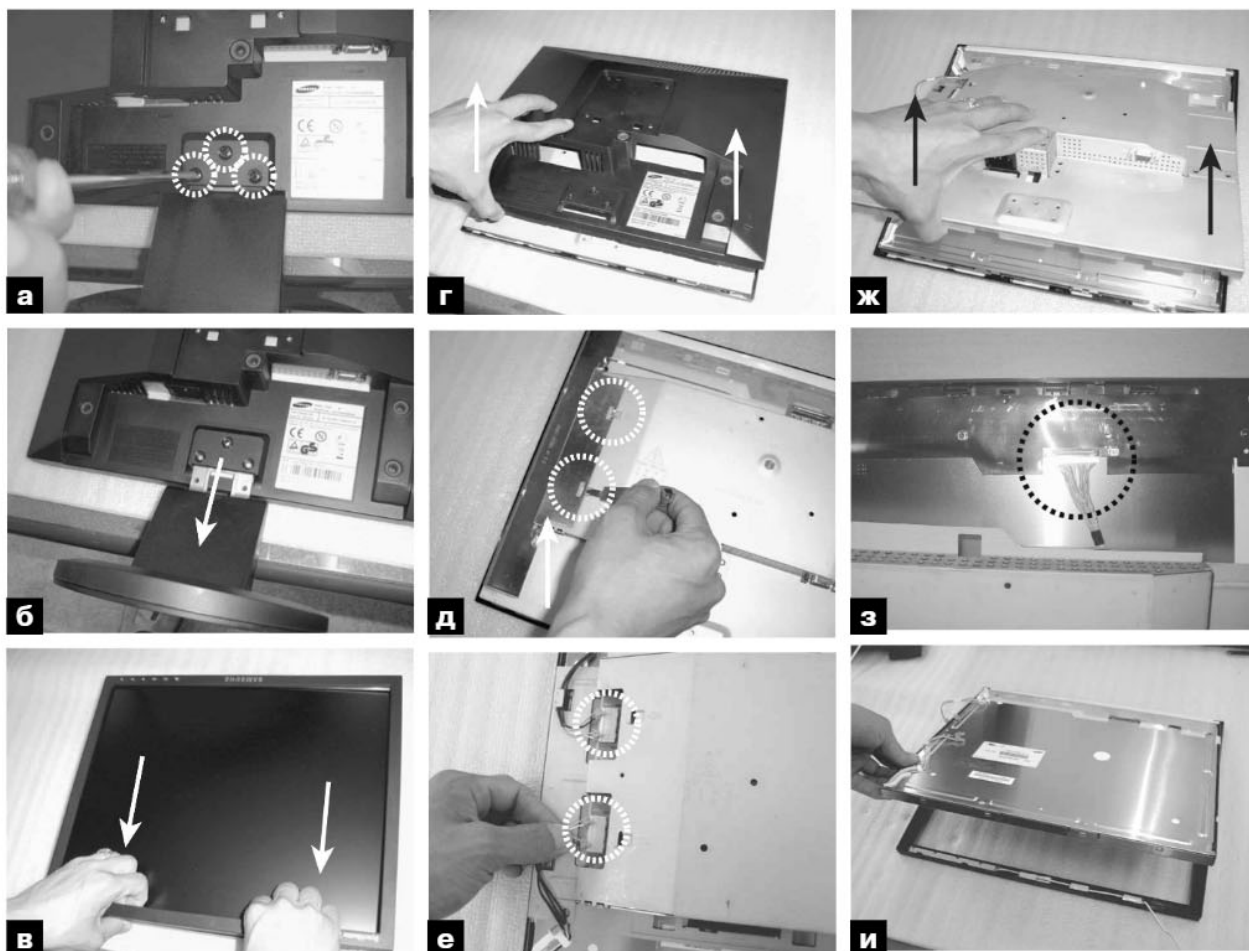
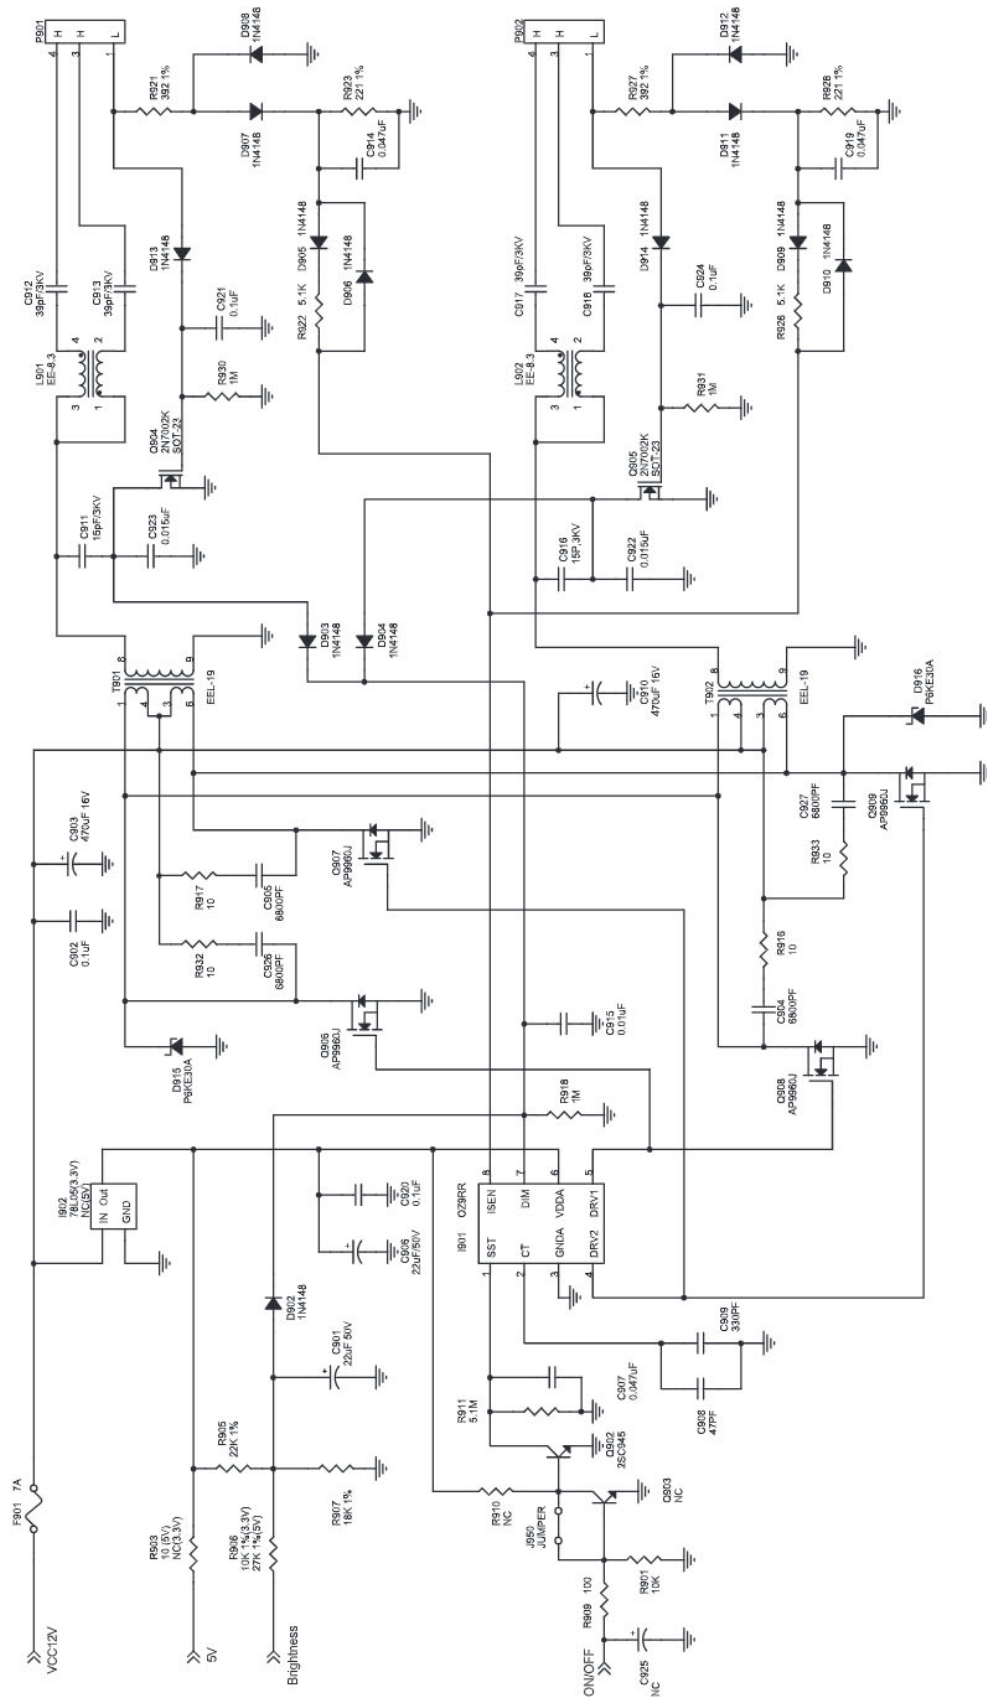
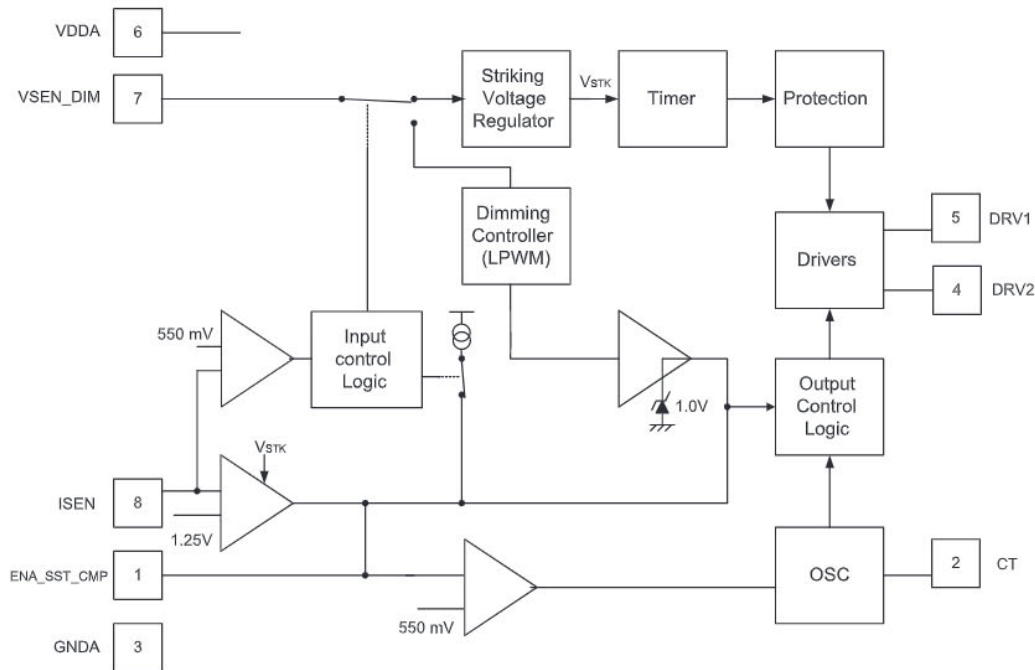

Рис. 3.2.2. Порядок разборки монитора
Рис. 3.3.2. Принципиальная электрическая схема инвертора
Рис. 3.3.3. Архитектура микросхемы OZ9RR
2. Выкручивают три самореза, фиксирующих подставку (рис. 3.2.2а), и снимают ее, выдвигая по направлению стрелки (рис. 3.2.2б).
3. Снимают декоративную переднюю рамку (рис. 3.3.2в) и заднюю крышку (рис. 3.2.2г).
4. Снимают защитный экран ламп подсветки (рис. 3.2.2д).
5. Отключают разъемы ламп подсветки от инвертора (рис. 3.2.2е) и разъем передней панели (рис. 3.2.2з), приподнимают экран, на котором с обратной стороны закреплены все электронные платы (рис. 3.2.2ж), отключают интерфейсный разъем от ЖК панели (рис. 3.2.2з) и снимают экран.
6. Снимают ЖК панель (рис. 3.2.2и).
Принципиальная электрическая схема инвертора приведена на рис. 3.3.2. Схема построена на основе контроллера I901 типа OZ9RR фирмы O₂Micro. Архитектура микросхемы приведена на рис. 3.3.3, а назначение выводов — в таблице 3.3.1. Микросхема питается напряжением 5 В (выв. 6) от блока питания. Если блок работает в режиме 3,3 В, то напряжение 5 В формируется из 12 В стабилизатором I902 (78L05). Микросхема включается (выв. 1) сигналом ON/OFF с выв. 20 микроконтроллера I106. На главной плате сигнал обозначен onBACKLITE (контакт 2 P801), а на плате блока питания — ON/OFF (контакт 8 P802).
Вначале визуально проверяют работоспособность ламп подсветки ЖК панели. Если они не светятся, проверяют наличие переменного напряжения 750...800 В частотой 40...50 кГц на разъемах P901 и P902 (рис. 3.3.2). Если напряжение равно нулю, проверяют входные сигналы (ON/OFF — на базе Q903, Brightness — на аноде